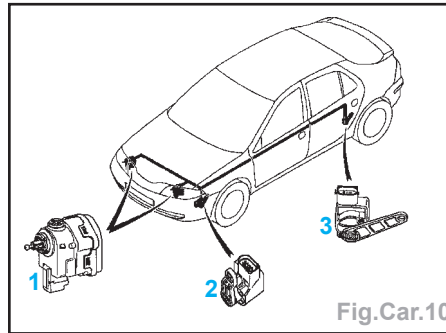

Fig.Car.10
- un capteur arrière de hauteur (3) situé sous le côté gauche du véhicule. Il enregistre la hauteur de caisse afin de la transmettre au capteur/calculateur (2) (Fig.Car.10).
- un capteur avant/calculateur (2) qui enregistre la hauteur du train avant. Le calculateur gère le réglage des projecteurs en fonction des variations de l'assiette du véhicule dues aux accélérations, aux freinages et aux variations de charge.
- deux actionneurs de réglage spécifiques (1) fixés au dos de chaque bloc optique.